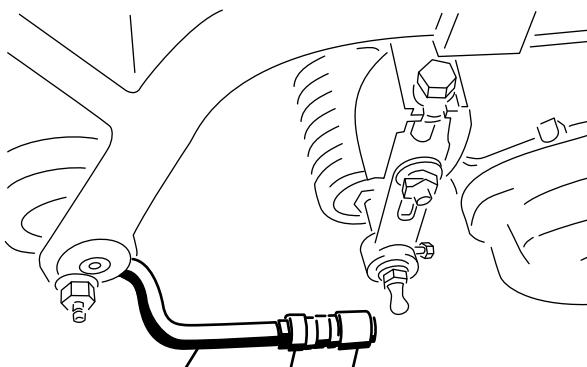

Figura 13
6. Alinee las rótulas de las juntas de manera que la cara abierta de la rótula esté centrada respecto a la bola del espárrago. Apriete las contratueras para fijar la posición de las rótulas (Figura 13).